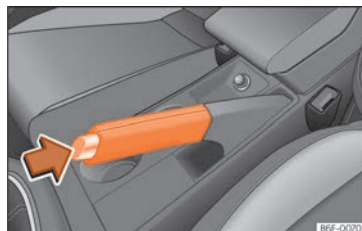

**Fig. 218** Il freno a mano, ubicato tra i due sedili anteriori.
– Tirare con decisione la leva del freno a mano verso l'alto » **fig. 218**.
– Tenendo premuto (nella direzione indicata dalla freccia » **fig. 218**) il tasto di sblocco, spostare prima la leva leggermente verso l'alto e poi abbassarla del tutto » **⚠**.